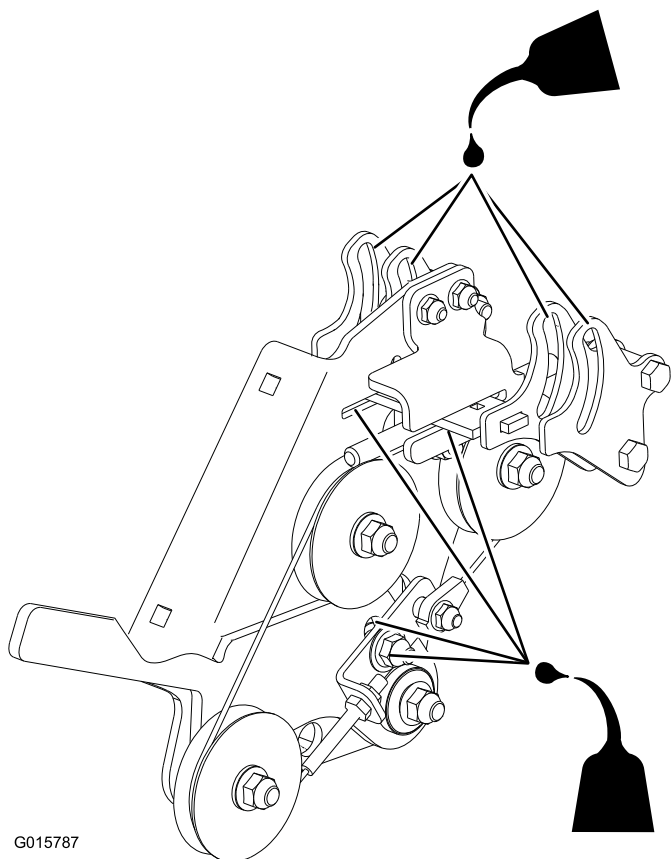

Bild 26
7. Schmieren Sie die Geschwindigkeitsregelung mit 3-IN-ONE® Öl oder einem Äquivalent ein. Die richtigen Stellen finden Sie in Bild 26.